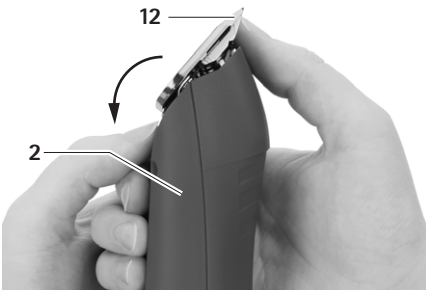

Fig. 5
- Rabatați capul de tuns **12** spre față, vezi Fig. 5.